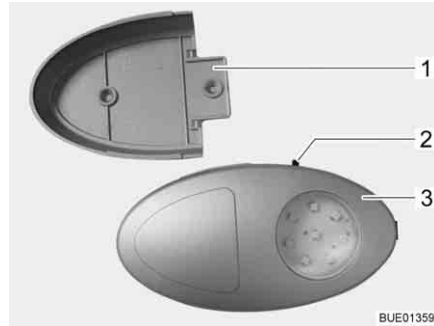

Bild 44 Kleiderschrankleuchte
- ▷ Die Kleiderschrankleuchte kann aus der verschraubten Halterung (Bild 44, 1) herausgezogen und als Taschenlampe verwendet werden.
Der Ein-/Ausschalter (Bild 44,2) ist direkt an der Kleiderschrankleuchte (Bild 44,3) angebracht.